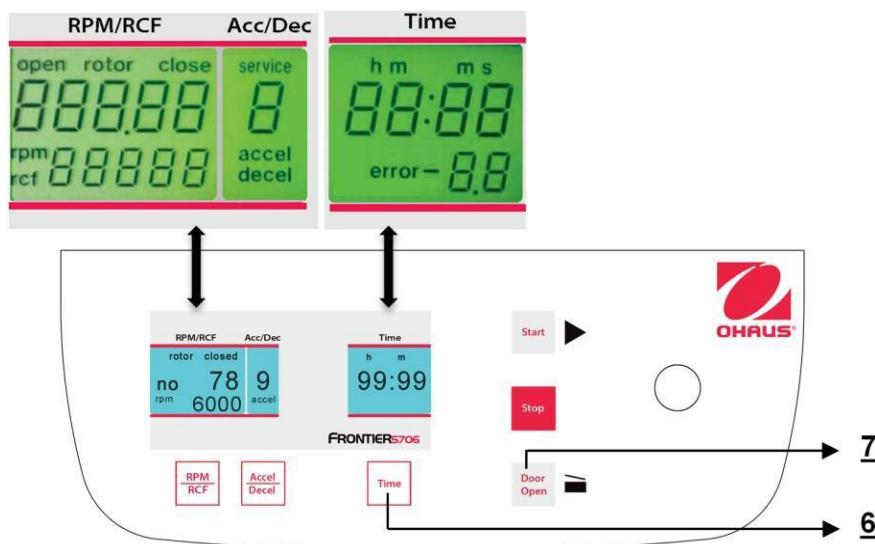

Figure. 26
La centrifugeuse étant hors tension, appuyer simultanément sur les touches "Time"(6) et "Door Open" (7), et mettre la centrifugeuse sous tension avec le commutateur principal. Relâcher les deux touches ; il en résultera l'exécution d'un test de l'affichage pendant environ 5 secondes. Tous les indicateurs apparaîtront simultanément (voir la figure 26).